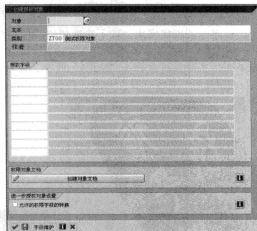

图 14-14 “创建授权对象”对话框
STEP 6 单击“”按钮，弹出“创建授权对象”对话框，如图 14-14 所示。